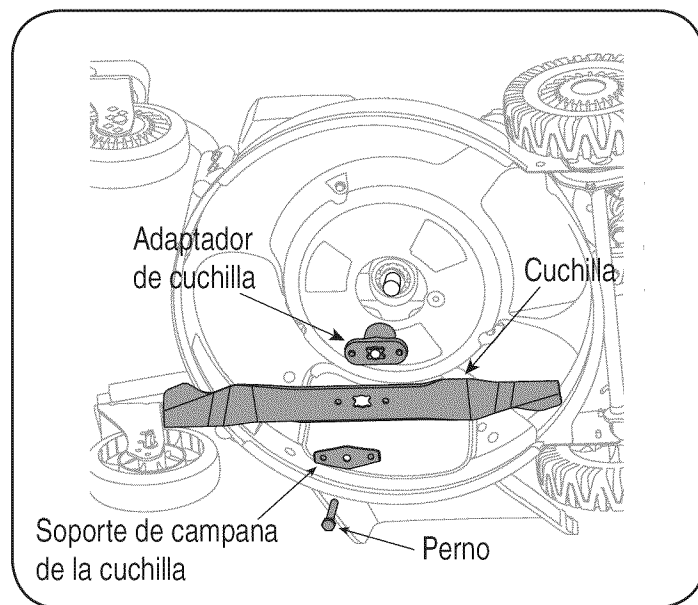

Figura 18
2. Saque el perno y el soporte de campana de la cuchilla que sostienen la cuchilla y el adaptador de la misma al cigüeñal del motor. Vea la Figura 18.
3. Saque la cuchilla y el adaptador del cigüeñal. Vea la Figura 18.